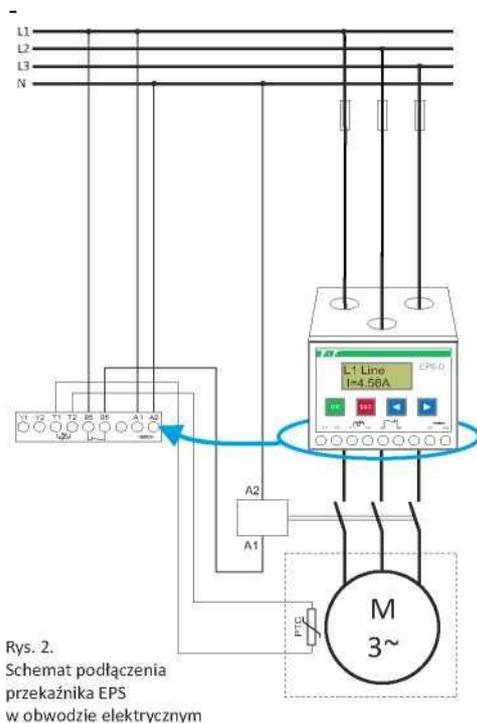

Рис. 2.
4. Кабелі живлення двигуна (рис. 2) пропустити через отвори у верхній кришці реле.
5. Клеми котушки контактора A1-A2 підключіть до реле згідно схеми. Використовуйте захист для другої категорії перенапруги (рівень навантаження). (Рис. 2.)
6. Клеми 95-96 послідовно включаються в ланцюг котушки головного контактора. (Рис. 2.)